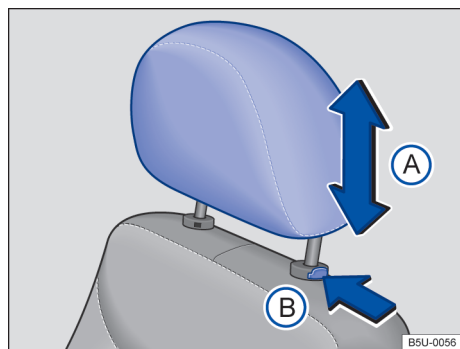
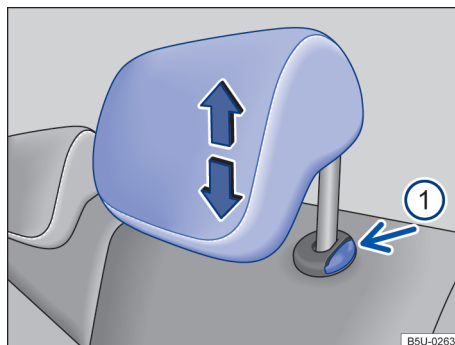

Fig. 58 Apoyacabezas delantero: ajustar, montar y desmontar.
Fig. 59 Apoyacabezas trasero: ajustar, montar y desmontar.
- Empujar el apoyacabezas hacia arriba o hacia abajo en el sentido de la flecha → **fig. 58 (A)** → ⚠ en *Introducción al tema* de la pág. 67.
- Mover el apoyacabezas hacia arriba o hacia abajo en el sentido de la flecha con la tecla → **fig. 59 ①** presionada → ⚠ en *Introducción al tema* de la pág. 67.
- Presionar la tecla → **fig. 58 (A)** o → **fig. 59 ①** en el sentido de la flecha. Retire el apoyacabezas mientras presiona la tecla.
- Empujar el apoyacabezas completamente hacia abajo con la tecla → **fig. 58 (A)** presionada.
- Empujar hacia abajo el apoyacabezas con el botón → fig. 59 ① presionado.